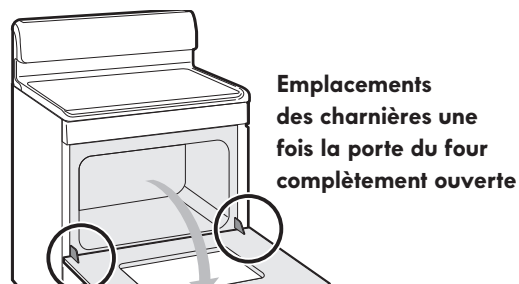

Figure 37 : Emplacement des charnières de la porte
1. Ouvrez complètement la porte du four de façon à ce qu'elle soit parallèle au sol (Voir Figure 37).
3. Ouvrez complètement la porte du four, de manière à ce qu'elle soit parallèle au sol (Voir Figure 37).